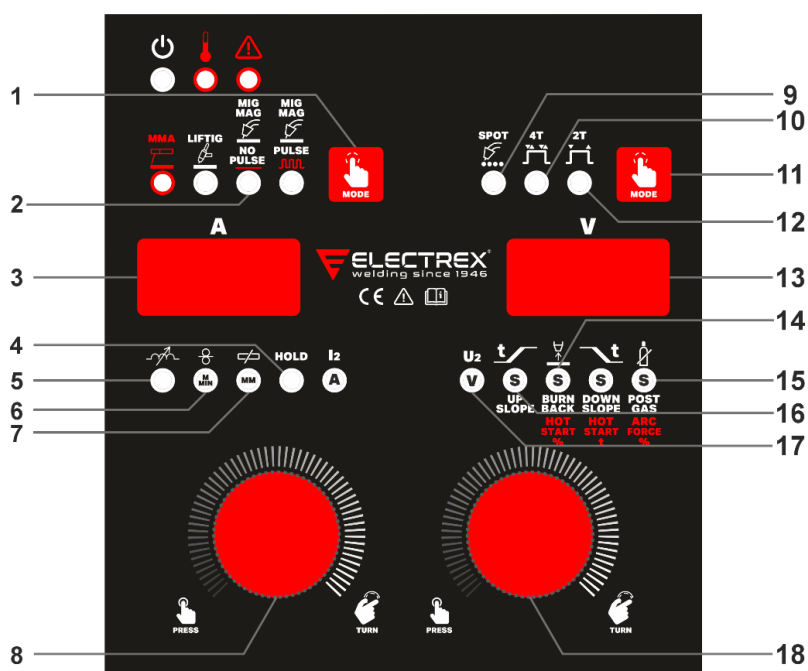

Fig 7.
- Seleccione el modo de soldadura MIG/MAG con corriente MIG/MAG no pulsada (2 - Fig. 7). Nota: la soldadura pulsada no está disponible en modo no sinérgico.
8.2.1 Parámetros de soldadura MIG/MAG NO SINÉRGICA (ver Fig.7)
Modo soldadura temporizada a puntos MIG/MAG (9 - Fig. 7) - Cuando seleccionado indica que la máquina está en modo de soldadura a puntos MIG/MAG. Para seleccionar esta función, pulse la tecla 11 - Fig.7 hasta que se encienda el LED 9. Ajuste el tiempo del punto, presionando el botón derecho (18 - Fig.7) hasta que el display izquierdo (3 - Fig. 7) muestre el SPt y gírelo para el tiempo deseado. Inicie la soldadura por puntos presionando el gatillo de la antorcha y continúe presionando hasta el final del programa de soldadura MIG regulado (consulte las páginas siguientes).